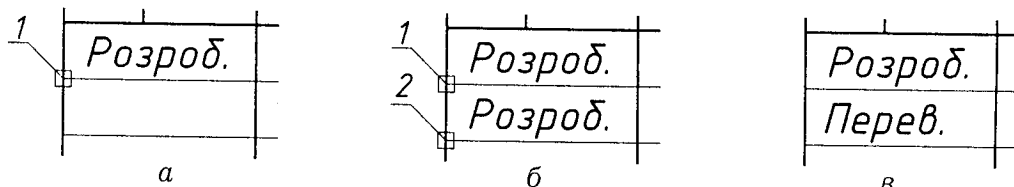

Рис. 12.5
- Для заповнення пойменованих зон основного напису використовуємо однорядковий текст (рис. 12.5). Для створення однорядкового тексту призначена команда DTEXT.
Specify bottom-left point of text: `_from` Base point: т.1 (див. рис. 12.5, a)
Копіюємо напис (рис. 12.5, б) у наступну комірку (базова точка копіювання — т. 1, точка переносу — т. 2).
Редагуємо текст «Розроб.» на «Перев.» (рис. 12.5, в).